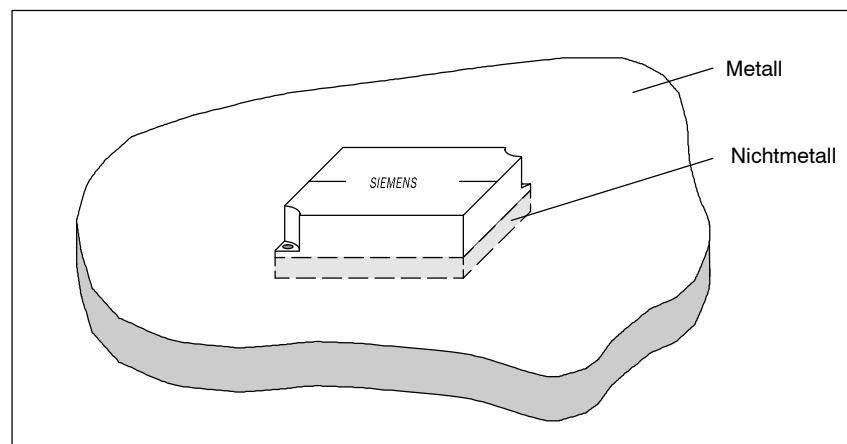

Bild 3-15 Montage auf Metallträger
- Montage auf Kunststoffhalterung (siehe Bild 3-15)